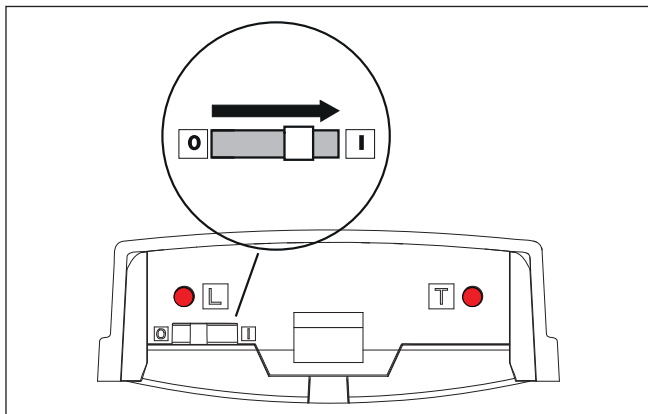

Abb. 8 Schalter zum Aktivieren des WMS Photosensor
- Schieben Sie den Schalter auf der Rückseite nach links auf **0** (Abb. 8).